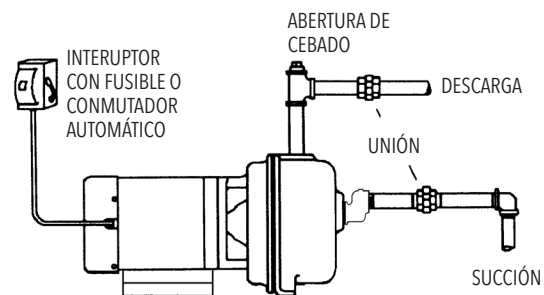

Figura 1
- Instale una unión estanca en la línea de succión, cerca de la bomba. Vea la Figura 1.
- Instale una T en la conexión de descarga de la bomba. La abertura superior de la T se requiere para el cebado inicial. Vea la Figura 1.
- Llene la bomba a través de la abertura superior de la T, con agua limpia. Vea la Figura 1.